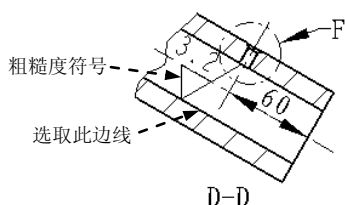

图 8.1.34 添加表面粗糙度符号
Stage15. 添加图 8.1.34 所示的表面粗糙度符号
Step4. 选取附着边并定义表面粗糙度值。选取图 8.1.34 所示的边线为附着边,在系统 的提示下,输入值 3.2,然后单击 按钮或按 Enter 键,完成粗糙度的标注。